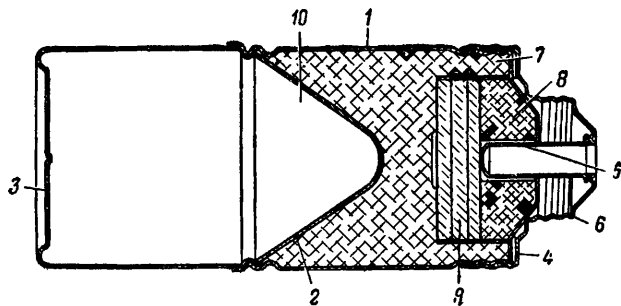

Рис. 11. Корпус гранаты (в разрезе):
25. Корпус гранаты (рис. 11) цилиндрический, служит для помещения разрывного заряда и запала. Корпус имеет: снизу — дно;
**30. Разрывной заряд** (см. рис. 11) предназначен для пробития брони (бетона) и разрушения прочных преград. Для образования при взрыве узкой струи газов высокой плотности (несколько тысяч атмосфер) и направления ее на броню заряд в передней части имеет воронкообразную кумулятивную выемку. Кроме того, между дном корпуса и кумулятивной воронкой имеется свободное пространство (без взрывчатого вещества), обеспечивающее наибольший эффект бронепробиваемости гранаты. Разрывной заряд состоит из основного и дополнительного зарядов,